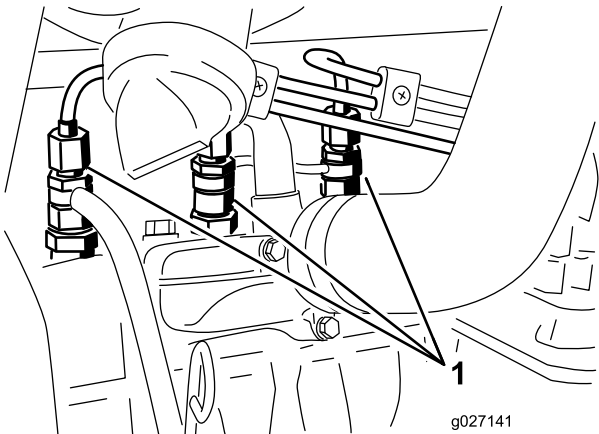

图60
1. 松开与 1 号喷嘴和固定器组件的管道连接（图 60）。